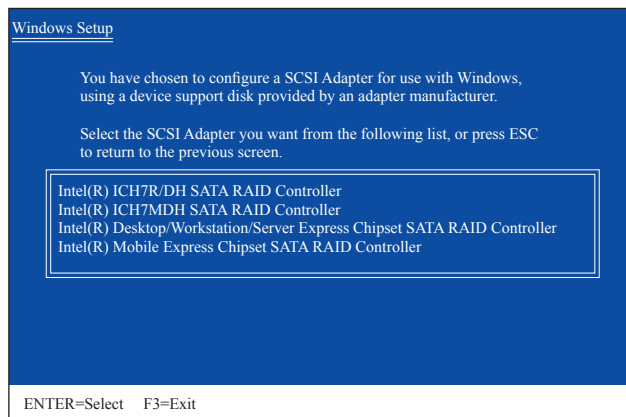

図 2
SATA RAID/AHCIドライバを含むフロッピーディスクを挿入し、<Enter>を押します。次に、以下の図 2 のようなコントローラメニューが表示されます。**Intel(R) Desktop/Workstation/Server Express Chipset SATA RAID Controller**を選択し、<Enter>を押します。AHCIモードの場合、キーボードの矢印キーを使用して**Intel(R) Desktop/Workstation/Server Express Chipset SATA AHCI Controller**アイテムにスクロールし<Enter>を押します。